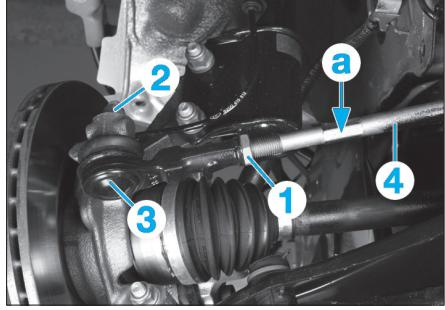

Fig. 10
- Desserrer le contre-écrou (1) de réglage de parallélisme (**Fig.10**).
- Déposer l'écrou (2), puis à l'aide d'un arrache-rotule, extraire la rotule (3) du pivot.
- Dévisser la rotule de direction (3) en maintenant la biellette de direction (4) en (a) à l'aide d'une clé plate.